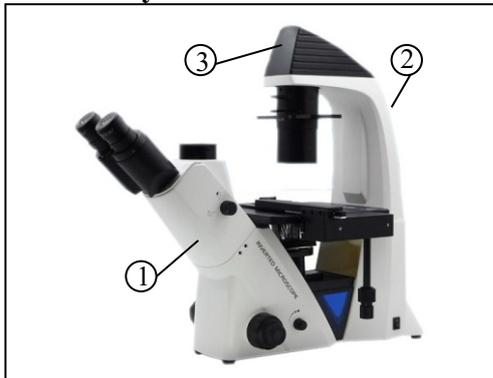

Figura 1
- 2、 Ao mover o microscópio, por favor mantenha o instrumento com uma mão no lado inferior do tubo ocular (1) e a outra mão no suporte de iluminação (2)
- 4、 Ao trabalhar, a casa da lâmpada na parte superior do braço (figura 1) ficará muito quente, certifique-se de que há espaço suficiente ao redor da casa da lâmpada (especialmente a parte superior) para esfriar.
- 5、 Ao trabalhar, a casa da lâmpada na parte superior do braço (figura 1) vai se tornar muito quente, certifique-se de ter espaço suficiente em torno da casa da lâmpada (especialmente o topo) para esfriar.